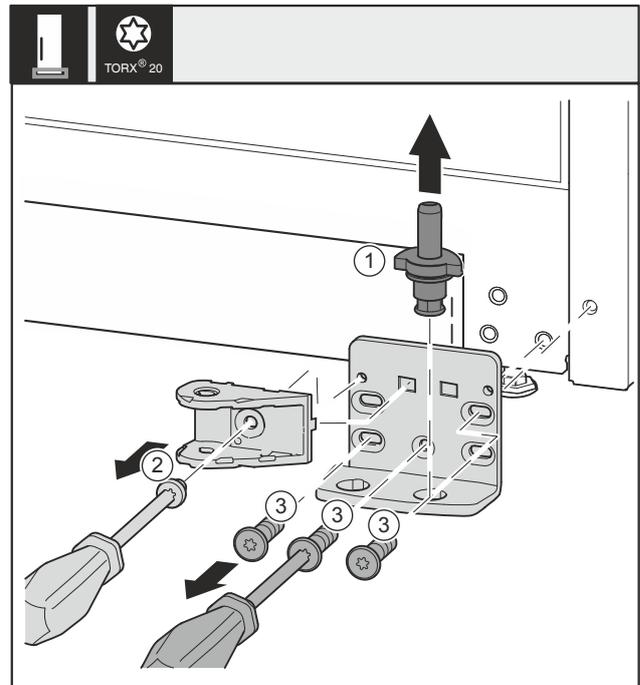

Fig. 32 *
- ▶ Lagerbolzen Fig. 32 (1) komplett nach oben herausziehen.*
- ▶ Schraube Fig. 32 (2) mit Schraubendreher herausdrehen und Schließdämpferverbindung abnehmen.*
- ▶ Schrauben Fig. 32 (3) mit Schraubendreher herausdrehen und Lagerbock abnehmen.*